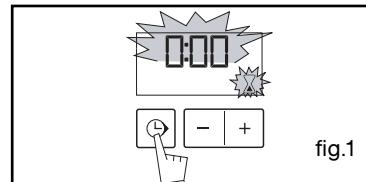

fig.1
- Appuyez sur la touche “” (fig.1) jusqu'à faire clignoter le symbole minuterie  → 0.00 et un petit sablier clignotent.